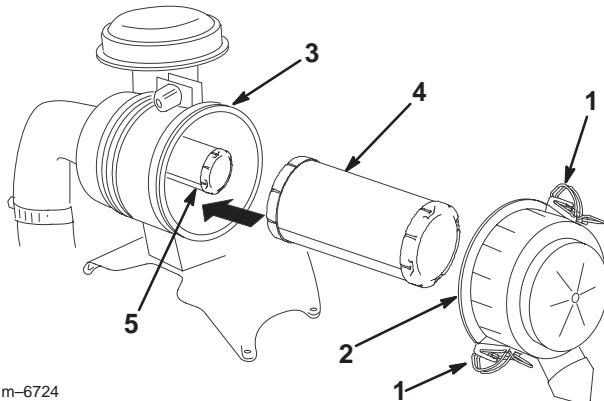

Figure 37
2. Ouvrez les dispositifs de verrouillage du filtre et ôtez le couvercle du corps du filtre (Fig. 37).
4. Sortez l'élément primaire du corps du filtre avec précaution (Fig. 37). Évitez de cogner l'élément à l'intérieur du corps.
2. Si vous remplacez l'élément de sécurité, insérez-le avec précaution dans le corps du filtre (Fig. 37).
3. Installez ensuite l'élément primaire sur l'élément de sécurité avec les mêmes précautions (Fig. 37). Assurez-vous qu'il est bien engagé en appuyant sur le rebord extérieur de l'élément que vous installez.
4. Reposez le couvercle, le côté portant l'inscription **UP** étant tourné vers le haut, et fermez les dispositifs de verrouillage (Fig. 37).